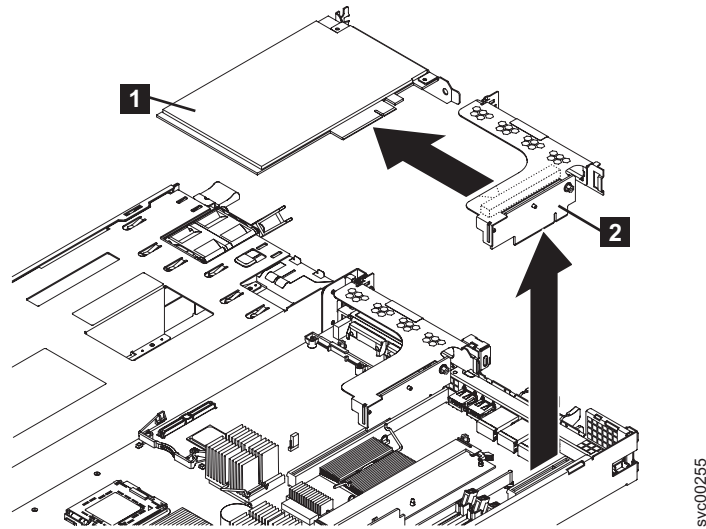

図 177. SAN ボリューム・コントローラー 2145-8G4 からのライザー・カード・アセンブリーの取り外し
6. ライザー・カード・アセンブリー (図 177 の **2**) の後部の端をつかみ、ライザー・カード・アセンブリーを持ち上げて取り外します。